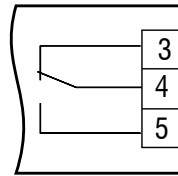

Abb. 5.2 Relaisausgang
- Verdrahten Sie die Ausgänge gemäß der Abb. 5.2...5.8